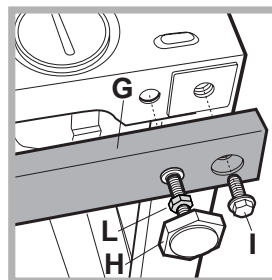

Fig. 11
- los 2 travesaños (**G**); las 4 patas (**H**); los 4 tornillos (**I**); las 4 tuercas (**L**), actuando del siguiente modo (*fig. 11*): extraer las **4** patas originales, colocar un travesaño **G** en la parte delantera de la lavadora, fijarlo con los tornillos **I** (enroscándolos en los orificios donde estaban montadas las patas originales), luego introducir las nuevas patas **H**. Repetir la misma operación en la parte posterior de la lavadora. A continuación, regulando las nuevas patas **H**, la lavadora se puede bajar o levantar de **835 mm** a **870 mm**. Una vez alcanzada la altura deseada, bloquear las tuercas **L** al travesaño **G**. Para regular la lavadora a una altura comprendida entre **870 mm** y **900 mm.**, es necesario montar el listón **M** regulando las patas **H** hasta la altura deseada. Para instalar el listón, realice las siguientes operaciones: afloje los tres tornillos **N** ubicados en la parte delantera de la cubierta Top, introduzca el listón **M** como se indica en la *fig. 12*, luego aprete los tornillos **N**.